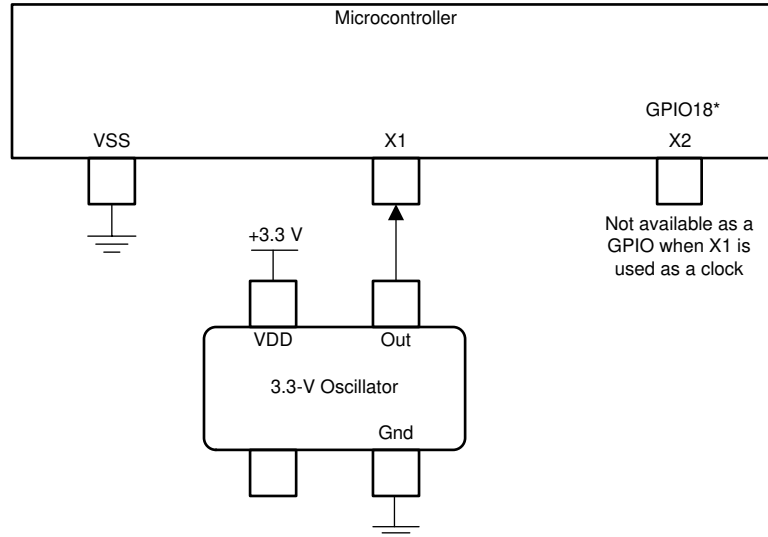

図 7-17. シングルエンド 3.3V 外部クロック
- シングルエンドの 3.3V 外部クロック。図 7-17 に示すように、クロック信号を X1 に接続し、XTALCR.SE ビットを 1 に設定する必要があります。